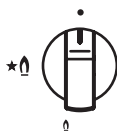

fig. 11
1. Para encender la encimera, presione hacia abajo el mando correspondiente y gírelo en sentido antihorario hasta el símbolo de la llama grande (Fig.11).